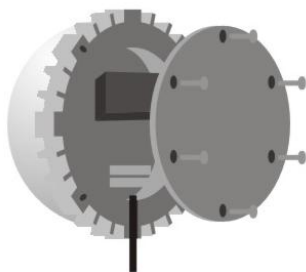

Рис.3
- 5.3. Подсоедините провода питания к клеммной колодке, закройте заднюю крышку светильника и закрепите винтами (Рис.3)